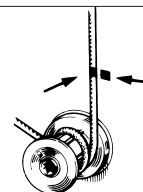

Fig. 11.1.b
13. Une fois tous ces points vérifiés, marquer la drisse comme indiqué sur le schéma de façon à éviter une tension excessive à l'étauage au winch ou lors du réglage de l'ensemble étai/pataras. Marquer la position de tension maximum du ridoir de pataras fig. 11.1.b.